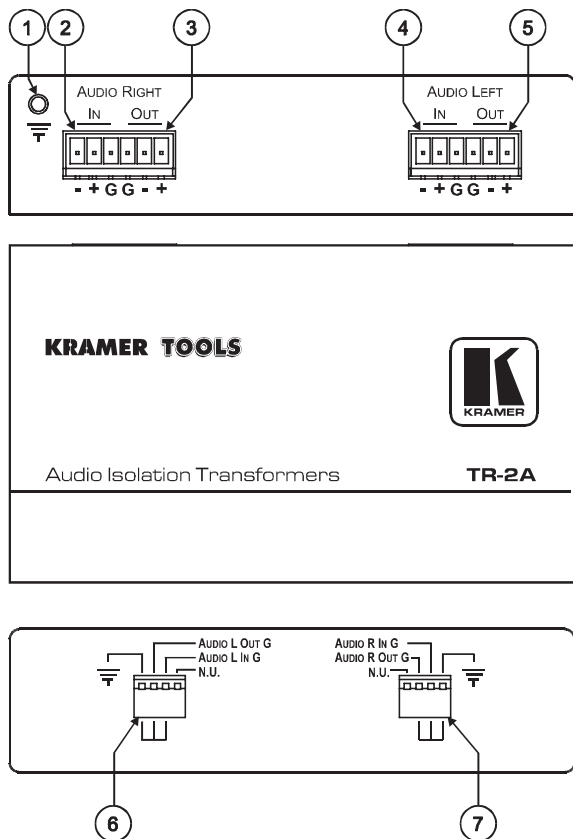

Рис. 3. Изолирующий трансформатор для аудиосигнала TR-2A
- на рис. 3 и в табл. 4 — изолирующего трансформатора для аудиосигнала **TR-2A**